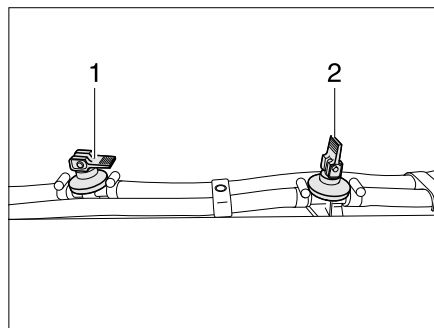

Bild 344 Ablasshahn
- Alle Ablasshähne schließen. Dazu den Kipphebel (im Bild 344,1) waagrecht stellen.